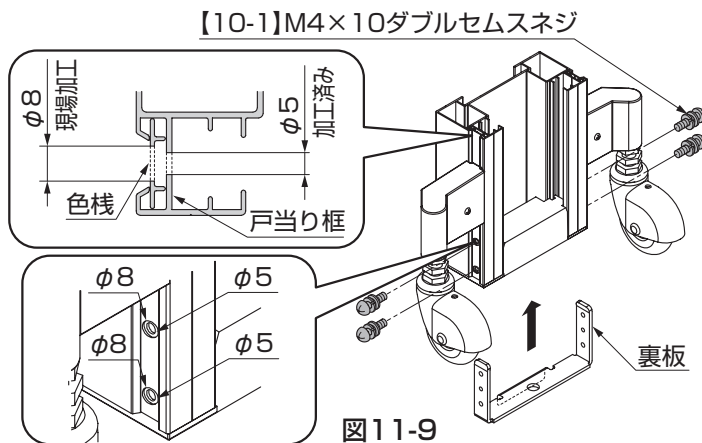

図11-9
- ①色棧にのみφ8孔をあけてください。色棧にはφ5の下孔があいています。(図11-9参照)
- 戸当り框には、φ8孔をあけないでください。(図11-9、図11-10参照)
- ②裏板を戸当り框に【10-1】で組付けてください。(図11-9、図11-10参照)